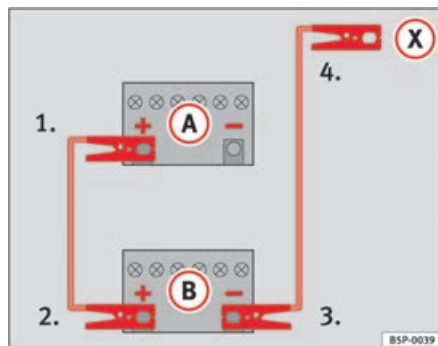

Fig. 205 Schema per il collegamento dei cavi per l'avviamento di emergenza
Nella ⇒ fig. 205 **A** indica la batteria scarica, e **B** la batteria carica.
- 1. Collegare un'estremità del cavo rosso al polo positivo ⇒ fig. 205 **+** del veicolo con la batteria scarica ⇒ ⚠.